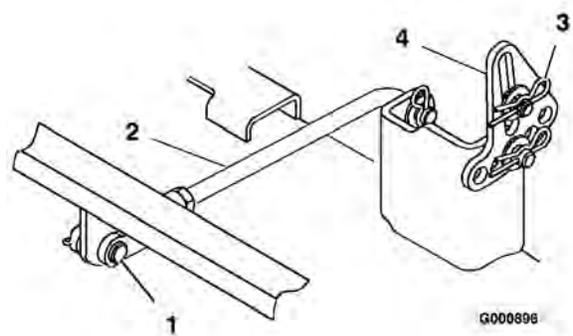

Figura 51
6. Retire el pasador y el pasador de seguridad del tirante trasero (Figura 51) de cada lado del cortacésped.
7. Retire el pasador y la arandela del soporte de nivelación del cortacésped (Figura 51) en cada lado del cortacésped. Observe en qué taladro está montado el soporte para instalaciones futuras. Retire los soportes del perno de montaje.
6. Conecte el tirante trasero al tractor con el pasador y el pasador de seguridad (Figura 51) en cada lado del cortacésped.
7. Deslice los soportes de nivelación sobre los pernos de montaje y fíjelos con las arandelas y los pasadores (Figura 51).